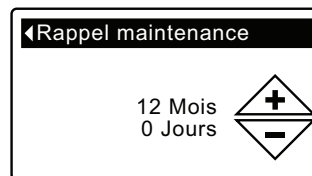

FIG. 63
7. Appuyez sur le SÉLECTEUR (O) pour ouvrir l'écran du rappel d'entretien (cf. Figure 63).